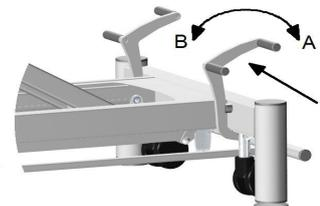

Abbildung 10 - Verschieben der Oslo-Liege
1. Die Oslo-Liege mit dem Radhebesatz hat einen Fußhebel (siehe C in Abb. 10), der in zwei Positionen eingestellt werden kann:
- Position (A), wobei die Liege auf seinen vier Füßen steht, die zum Ausrichten justiert werden können (durch Ein- und Ausschrauben des Fußes - siehe Abschnitt 6.1)
- Position (B), wobei die Liege auf vier Rollen steht, so dass sie verschoben werden kann.